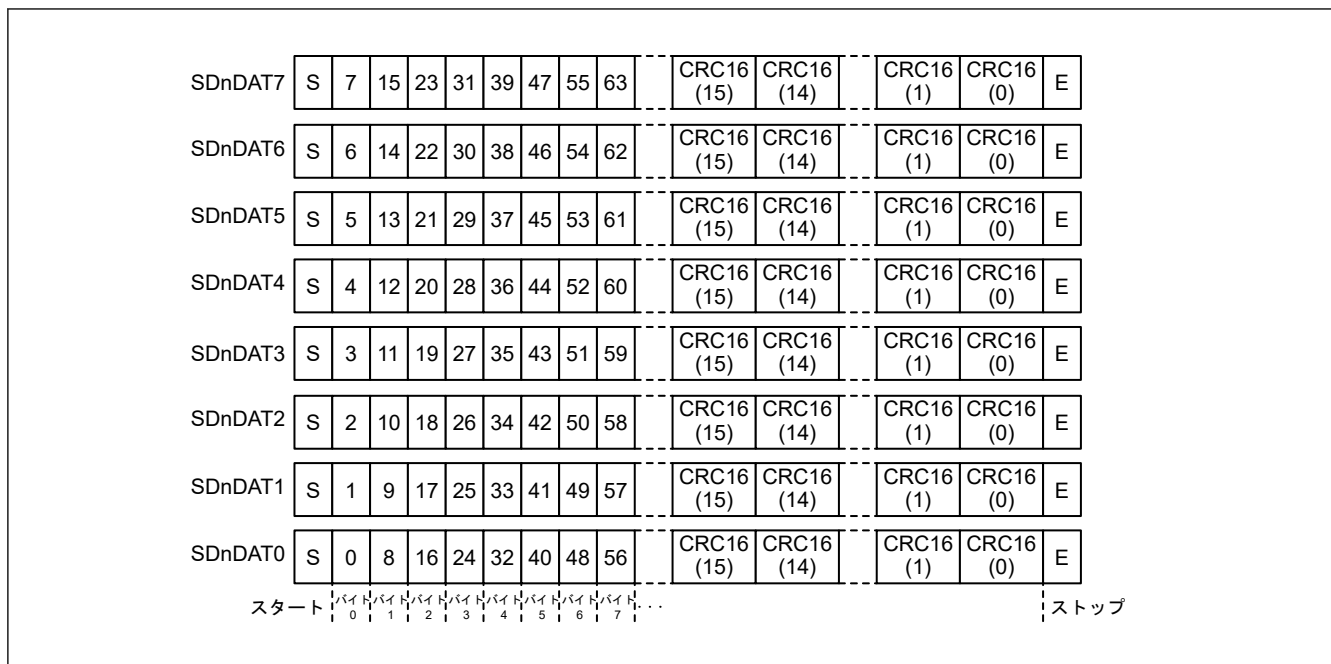

図 34.4 8 ビット幅モードの SDnDAT
2. 受信データが MMC ホストインタフェースの SD_BUF に格納される (図 34.4 を参照)。